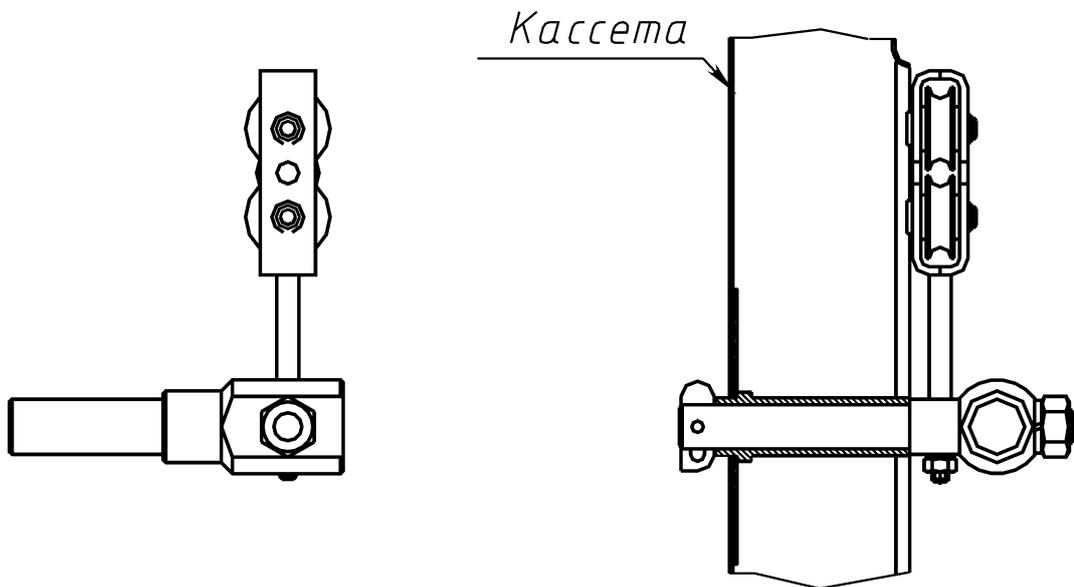

Рис. 3
7.2.2. Установите стойку с тормозным устройством для крепления кассеты с проволокой или стойку для крепления кассеты без тормозного устройства (См. рисунок 3) в зависимости от поставки сварочной проволоки на Вашу фирму.